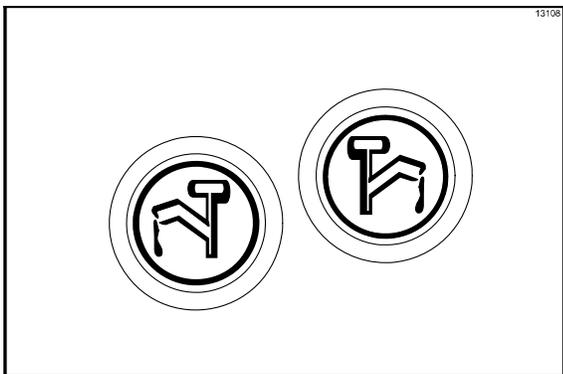

図63
1. トッピングヒーターのキー^{*}を押し、ヒーターをオフにします。ヒーターがオフの時にはキーは点灯しません。(図63を参照。)